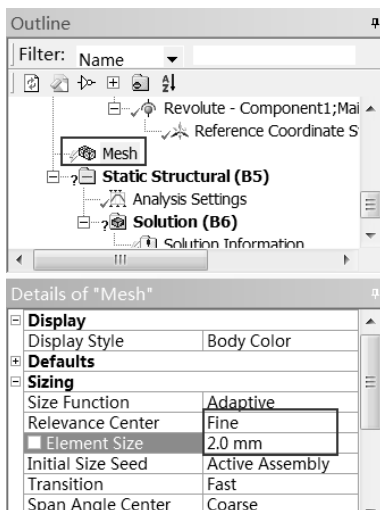

图 13-27 生成网格
Step1 : 选择 Mechanical 界面左侧 Outline (分析树) 中的 Mesh 选项 , 此时可在 Details of “Mesh” (参数列表) 中修改网格参数 , 如图 13-27 所示 , 在 Sizing 的 Relevance Center 中设置为 Fine , 在 Element Size 中输入 2mm , 其余采用默认设置。